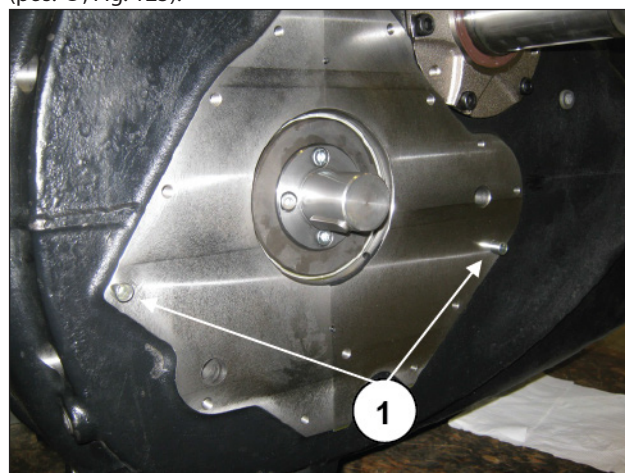

Fig. 125
Insira as duas capas de centragem do corpo da bomba do óleo (pos. ①, Fig. 125).